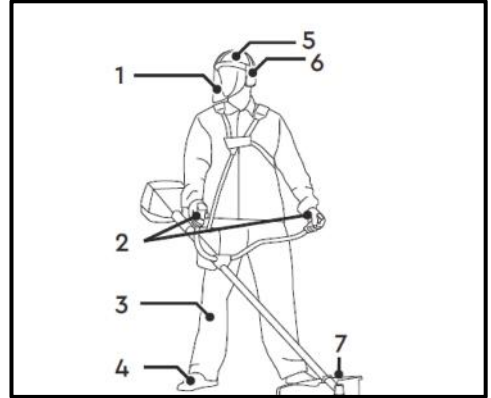

Рис. 1
- Завжди використовуйте захисний щиток (1) або окуляри (Рис. 1).
- Одягніть міцні захисні рукавиці (2) (Рис. 1). Рукавиці знижують передачу вібрації на Ваші руки. Тривале перебування під впливом вібрації може викликати оніміння пальців.
- Працюйте в спеціалізованому одязі (3), який достатньо щільно облягає (Рис. 1). Не носіть широкий одяг і прикраси, оскільки вони можуть потрапити в рухомі частини кущоріза.
- Носіть міцне взуття (4) на не ковзкій підшаві для більшої стійкості (Рис. 1). Не користуйтеся кущорізом босоніж або у відкритому взутті.
- Носіть засіб захисту (5) голови, де існує ризик травмування (Рис. 1).
- Щоб уникнути пошкодження органів слуху, рекомендується використовувати захисні навушники (6) (Рис. 1).